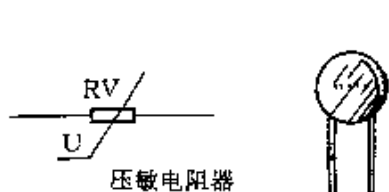

图 2-15
① 图 2-15 所示为压敏电阻器的文字符号、图形符号和外形。压敏电阻器是利用半导体材料的非线性特性原理制成的,当外加电压达到其临界值时,压敏电阻器的阻值会急剧变小。压敏电阻器主要用于过压保护、抑制浪涌电流等电路。